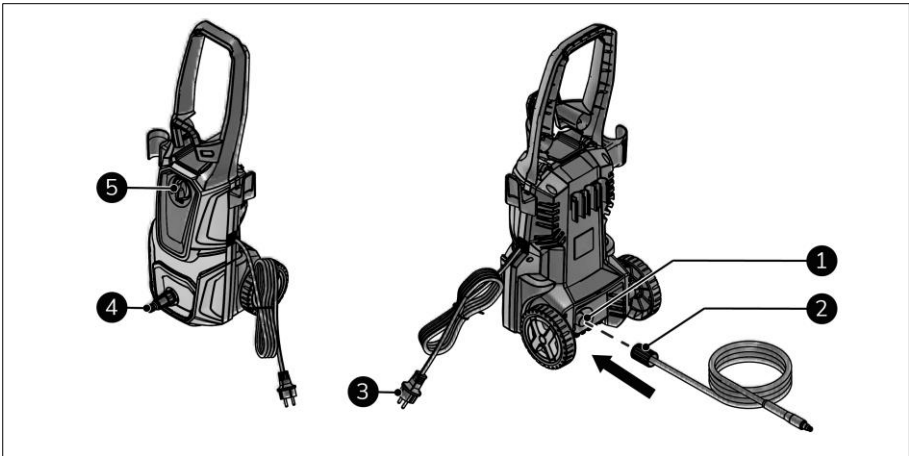

Abbildung 9
2. Stellen Sie sicher, dass sich der Schalter EIN(I)/AUS(O) in der Position AUS(O) befindet (Abbildung 9, Pos. 5).
3. Stecken Sie den Netzstecker (Abbildung 9, Pos. 3) in eine leicht zugängliche Steckdose.
4. Nur für den Erstgebrauch: Entfernen Sie die Schutzkappe vom Hochdruckwasserausgang (Abbildung 9, Pos. 1).
5. Schrauben Sie den Hochdruckschlauch (Abbildung 9, Pos. 2) an den Hochdruckwasserausgang.
6. Schließen Sie die Wasserversorgung an das Gerät an (Abbildung 9, Pos. 2).